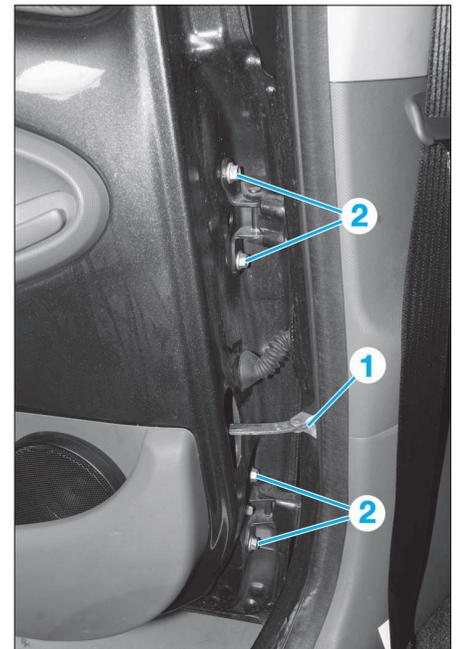

FIG. 89
- Déposer les vis (1) et (2) (Fig.89), puis déposer la porte.